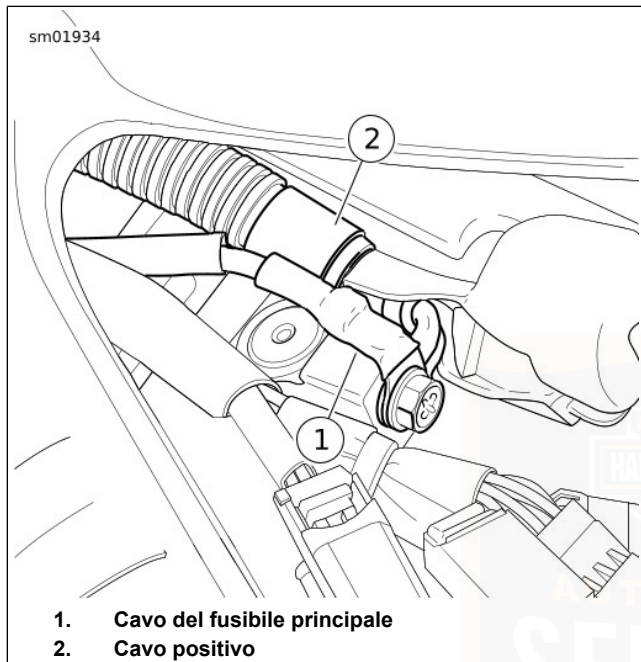

Figura 73. Terminale positivo
4. Vedere Figura 73. Installare la vite del terminale positivo attraverso il cavo del fusibile principale (1), quindi il cavo positivo (2). Serrare a 6,8–7,9 N·m (60–70 **in-lbs**).